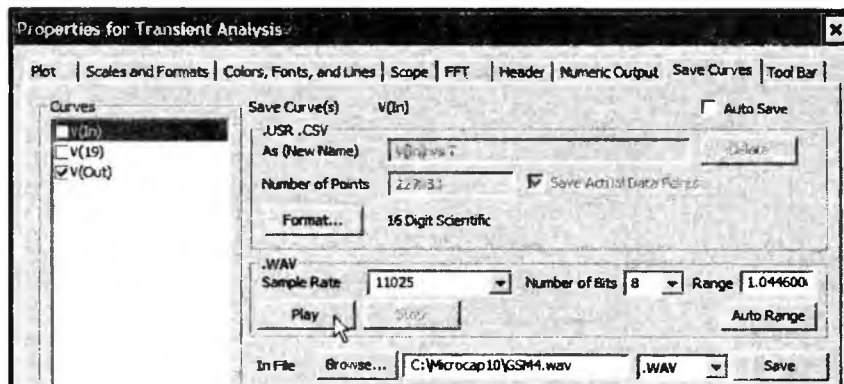

Рис.50
4. Нажать клавишу <F10> и в открывшемся окне (рис.50) выбрать опцию «Save Curves», затем пронормировать амплитуду кнопкой «AutoRange», нажать кнопку «Play» и прослушать в звуковых колонках компьютера канал, отмеченный «галочкой». Устанавливая «галочки» в разных каналах, можно оценить степень искажения звука. Файлы можно сохранить в формате *.wav, указав полный путь в окне «Browse» и нажав кнопку «Save».